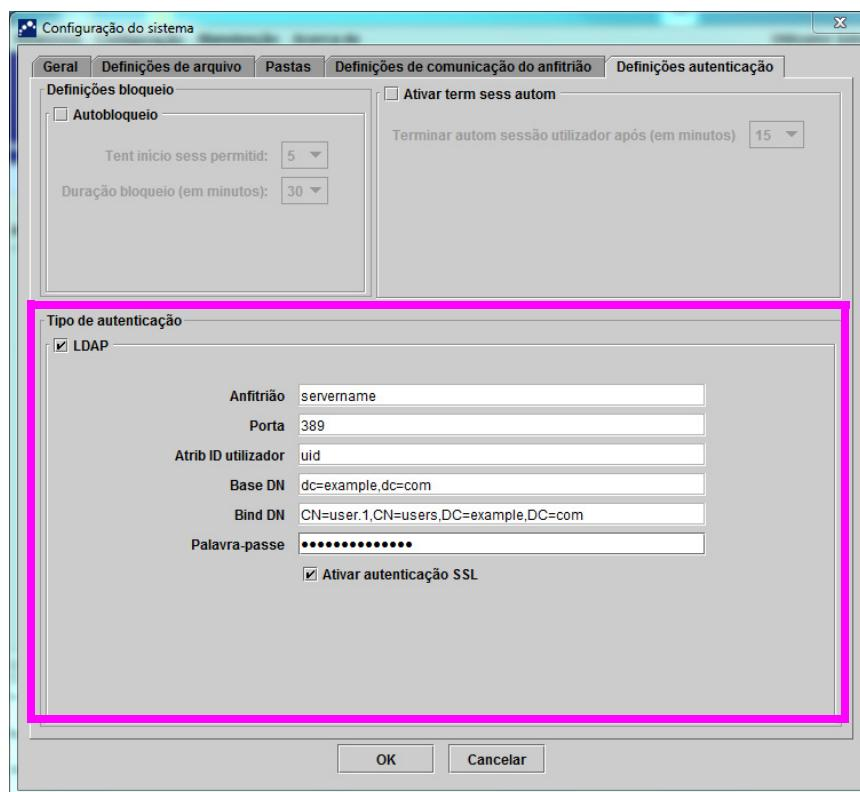

Figura 2-87. Definições de autenticação configuradas para o LDAP
2. Clique no separador **Definições de autenticação**, o que faz aparecer as informações das Definições de autenticação. Ver figura 2-87.
- **DN base** — escreva o nome distinto (DN) base. Um DN base é o ponto a partir do qual um servidor pesquisará utilizadores. O servidor fará uma pesquisa LDAP para administradores utilizadores, começando no DN base (dc = exemplo, dc = com).